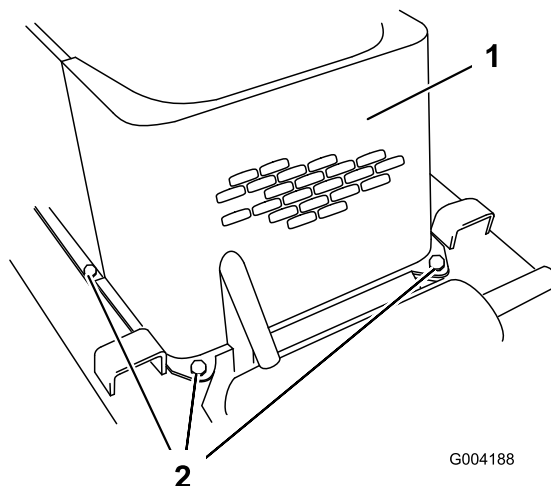

Figura 32
5. Retire los 4 pernos que sujetan la rejilla delantera al bastidor (Figura 32).